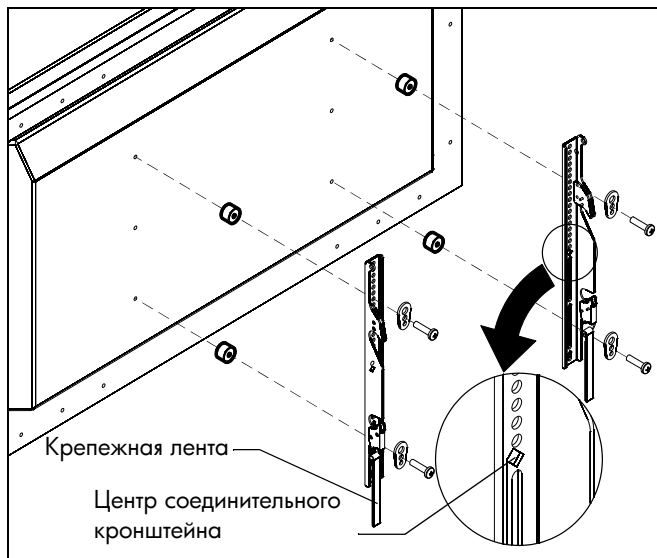

рис. 5
- Совместите центр соединительного кронштейна со средней линией экрана. (См. рис. 5)
- Достаньте из пакета с фурнитурой (A-N) винты соответствующего размера, втулки (при необходимости) и шайбы и прикрепите соединительные кронштейны к тыльной стороне экрана. (См. рис. 5)